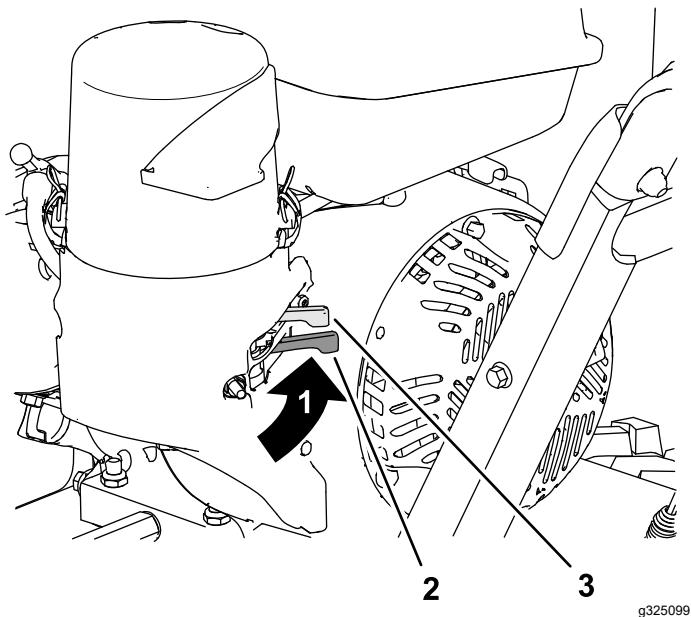

Figura 11
Spostate la valvola di intercettazione del carburante, situata sotto lo starter, a destra per attivare il carburante (Figura 11).
5. Utilizzate la valvola di intercettazione del carburante per spegnere il flusso di carburante quando prevedete di non utilizzare la macchina per qualche giorno, parcheggiate la macchina all'interno di un edificio o trasportate la macchina da e verso il sito di lavoro (Figura 11).